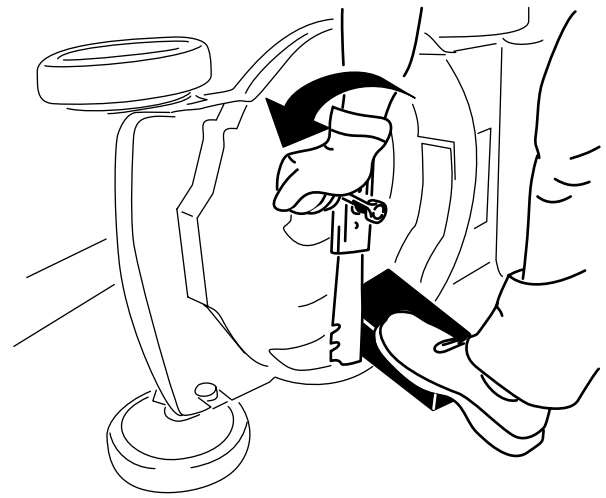

Figura 17
2. Utilice un bloque de madera para inmovilizar la cuchilla (Figura 17).
3. Retire el perno de la cuchilla, el soporte y la cuchilla; guarde el soporte y el perno de la cuchilla (Figura 17).